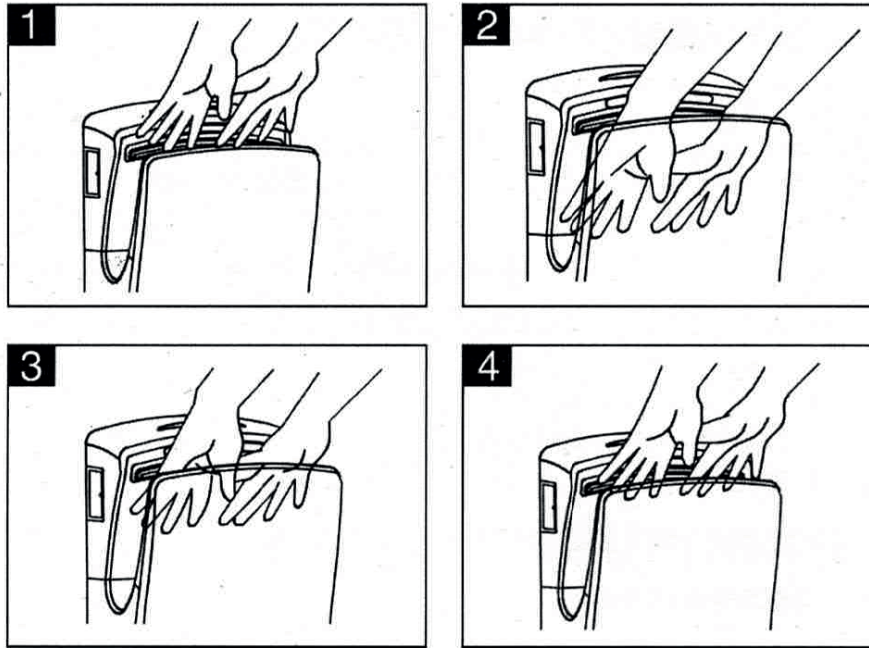

fig.6
- Legen Sie die Hände in das apertu\_re (siehe Abb.6).
- Place hands into the apertu\_re (see fig.6).